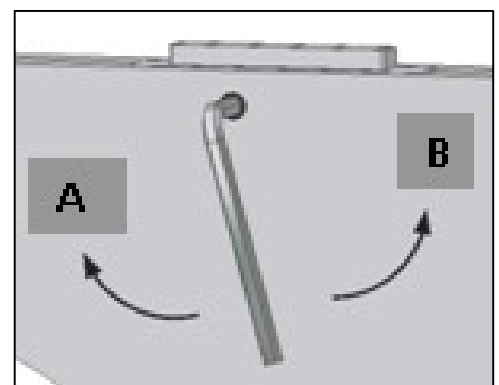

Abb. 3
- Stellen Sie die **Rückwand** auf das Bodenpaneel und befestigen Sie die Hakenverschlüssen (Abb. 3);